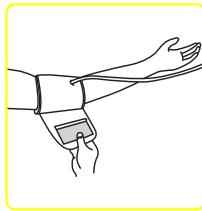

Fig. 4
- Trageți manșonul astfel încât marginile superioare și inferioare să fie strânse în jurul brațului dumneavoastră (Fig. 4).